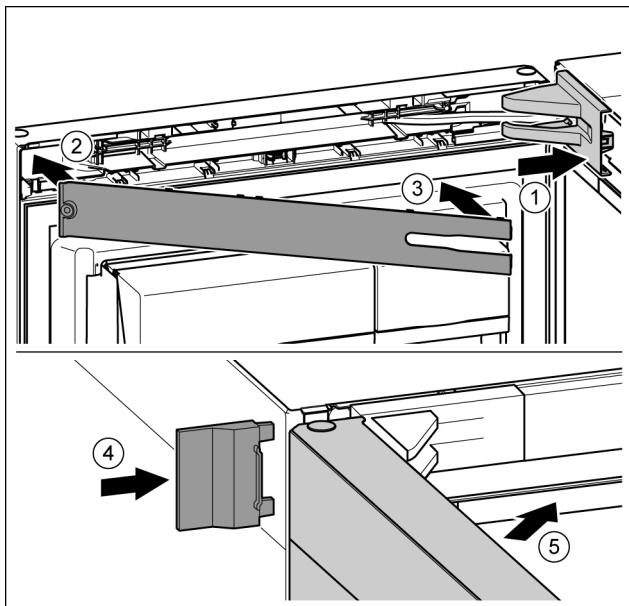

Fig. 43
- ▶ Nasadíte a zaklapnete kryt stojanu ložiska, příp. opatrně přitlačte od sebe. Fig. 43 (1)
- ▶ Nasadíte záslepku. Fig. 43 (2)
- ▶ Záslepku sklopte a zaklapnete. Fig. 43 (3)
- ▶ Vnější kryt nasuňte. Fig. 43 (4)
- ▶ Zavřete horní dveře. Fig. 43 (5)